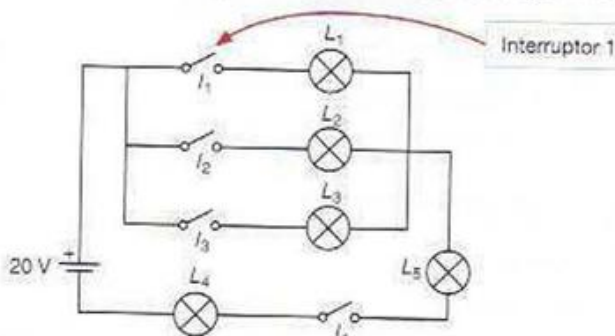

Fig. 1.15. Circuito con bombilla.
1. Realiza el montaje del siguiente circuito (Fig. 1.15):